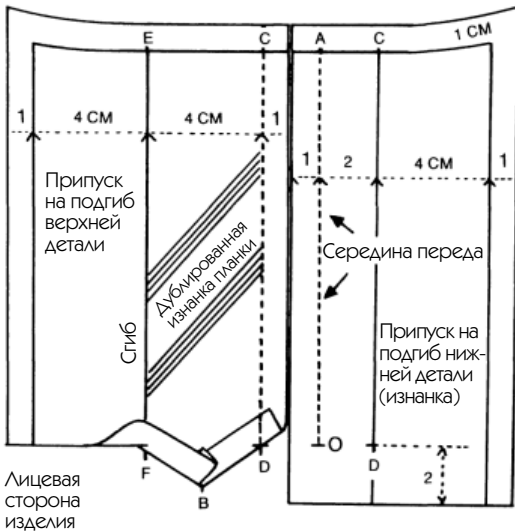

Рис. 434
7. Лекало нижней детали планки (рис. 434).
9. Соединение с передом лифа: на рис. 434 показаны две детали планки, готовые к притачиванию к лифу.
— Прострочите от С до D и от А до О. Остановите строчку на О и D (рис. 434).